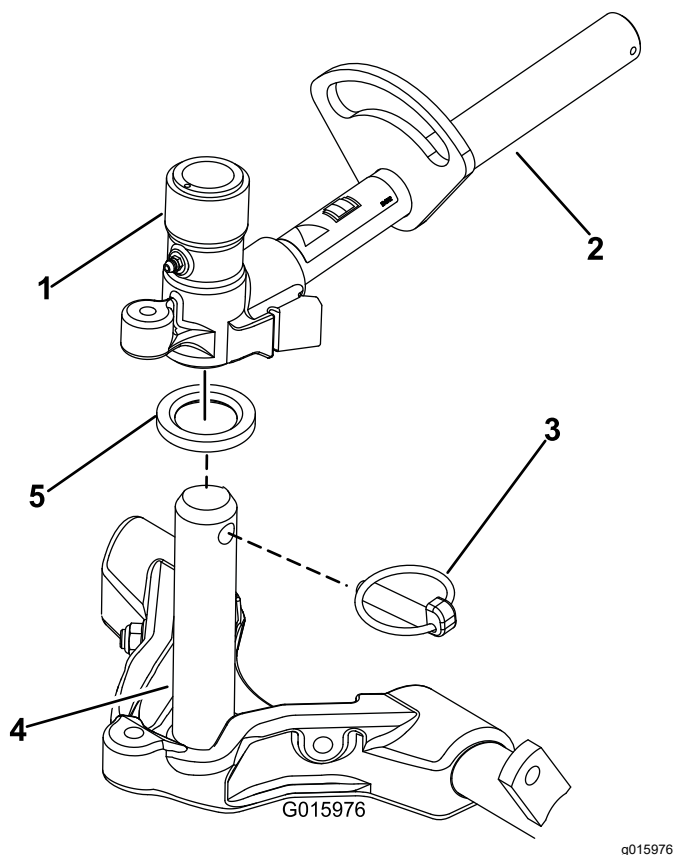

图 16
9. 在承载架轴上涂抹干净的润滑脂图 16。
10. 对于前滚刀组在将承载架轴向上插入提升臂轴的同时把滚刀组滑到提升臂下方图 16。
11. 使用 Klik 销将承载架轴固定到提升臂图 16。
- B. 将提升臂轴插入承载架轴的上方 (图 16)。